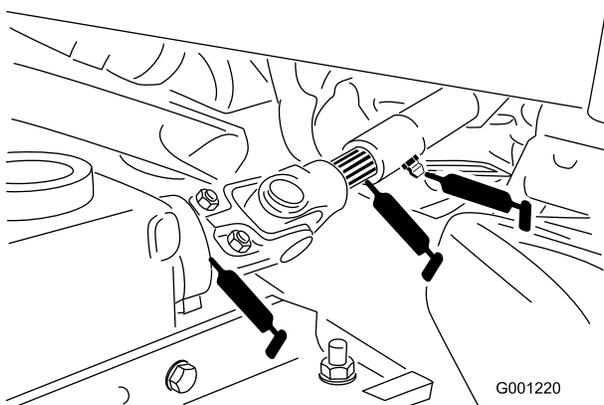

Figura 36
- albero universale della PDF (Figura 36)